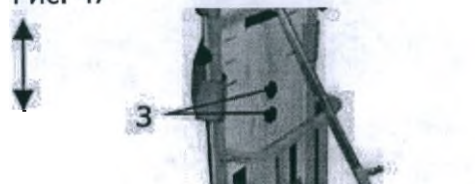

Рис. 48
4) Регулировка абдуктора по высоте (рис.48)